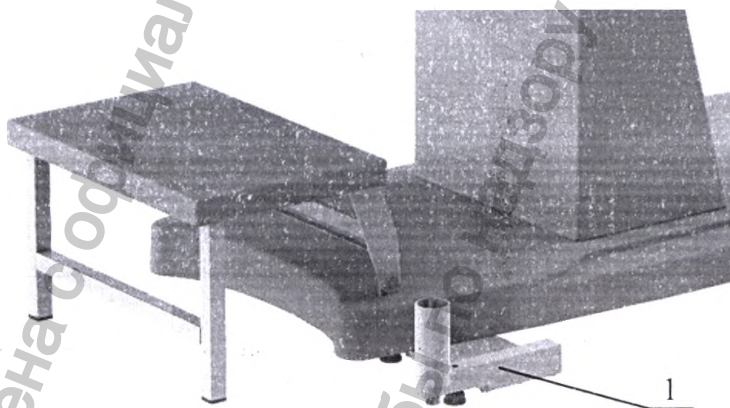

Рисунок 8. Держатель кольпоскопа.
8. Держатель кольпоскопа (Рисунок 8). Для крепления кольпоскопа используется специальный держатель. Он может быть установлен с любой стороны кресла.